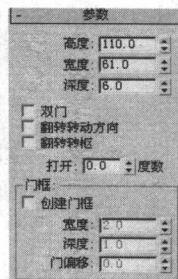

图 2-11 门的参数
Step 11 单击【创建】面板中的 按钮，在 下拉列表框中选择【门】，然后选择 工具，在透视图中拖动鼠标创建一个门，单击 按钮切换到【修改】面板，并在【参数】卷展栏中设置其高度为 110、宽度为 61、深度为 6，如图 2-11 所示，回到【创建】面板，在【名称和颜色】卷展栏中将其命名为“门板”。